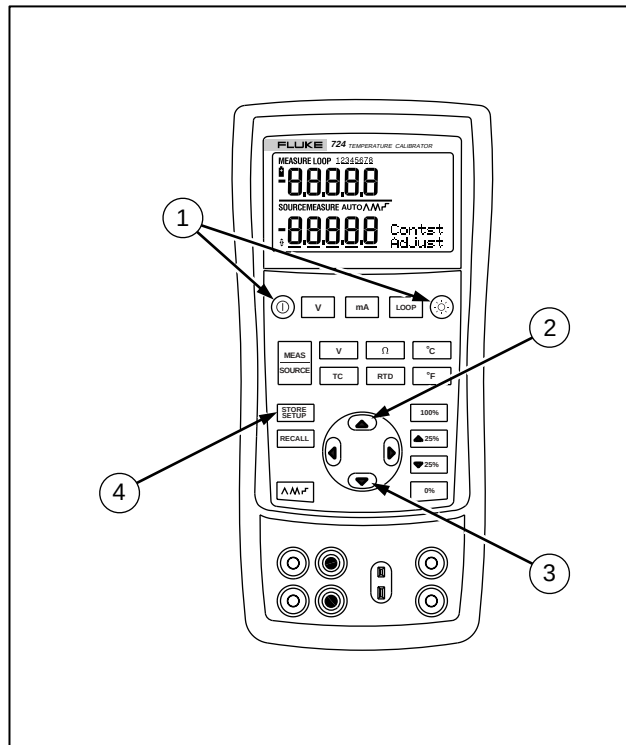

图 6. 调整对比度
1. 按 **⊗** 键及 **①** 键，直到显示“对比度调整”，如图 6 所示。